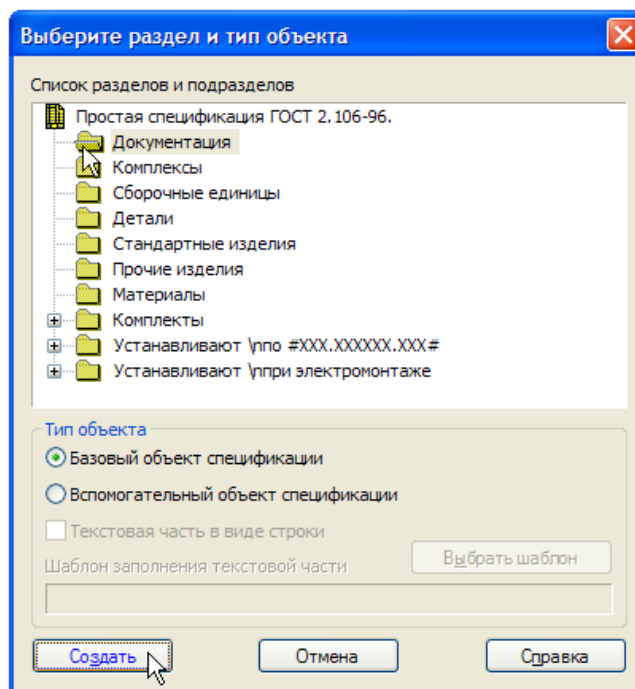

Рисунок 20.
- В списке разделов укажите Документация и нажмите Создать (рис.20).